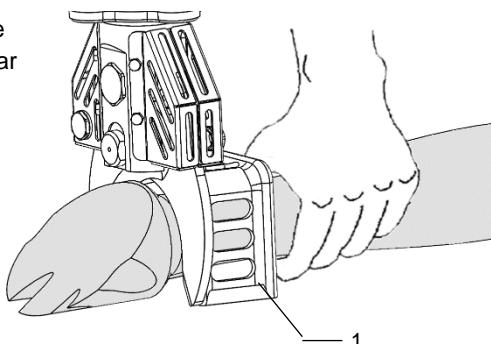

Fig. 6.5: Sujeción de la tenaza
- Manejo a una mano: Compruebe que el soporte (1) esté correctamente montado, ver fig. 6.5: Sujetar la tenaza.